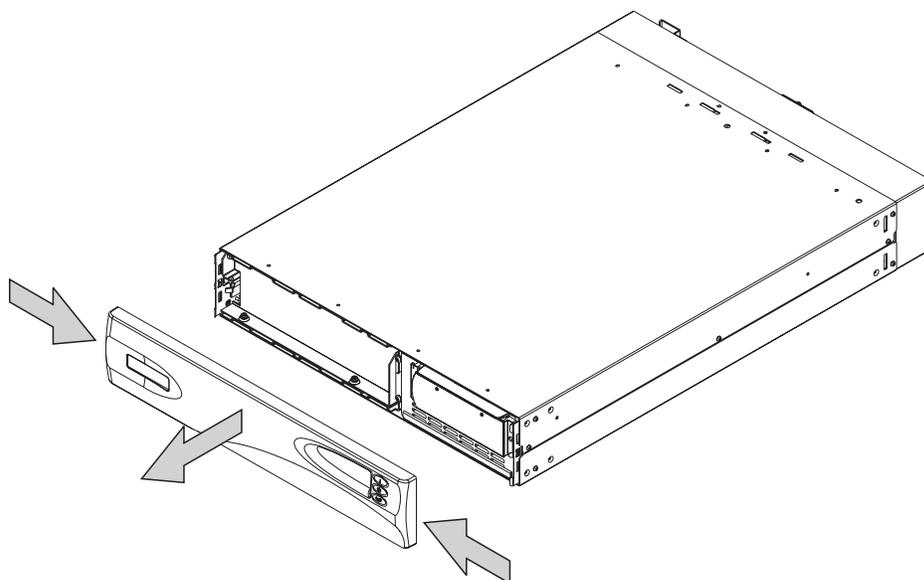

図 272. 2145 UPS のフロント・パネルの取り外し
- 306 ページの図 272 に示すように、フロント・パネルの両側面を内側に押し、次に両端を手前に引いて、フロント・パネルを取り外します。